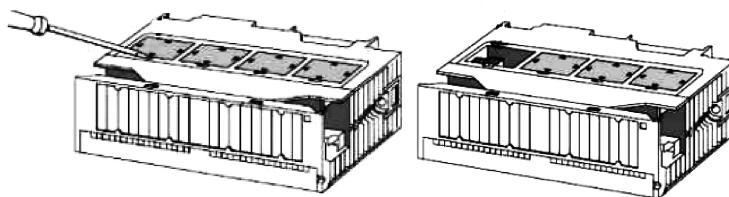

图 8-2 将量程模块放入撬开的插槽
- 1) 用螺钉旋具将量程模块从模拟量输入模块中撬出，如图 8-2 所示。将量程模块插入模拟量输入模块的插槽中（此处选择（1）号插槽），所选量程指向模块上的标记（2）。
(2) 接线